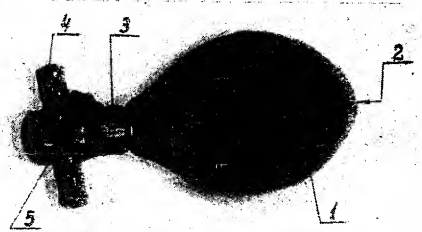

Рис. 4.
Пневматический нагнетатель (рис. 4) состоит из резиновой груши (1), всасывающего шарикового клапана (2) и корпуса вентиля (3), с тройником (4).
Как видно из рис. 4, соединение металлической насадки с надетым на нее баллоном производится путем свинчивания этой насадки с пластмассовым корпусом — тройником (4) нагнетателя.